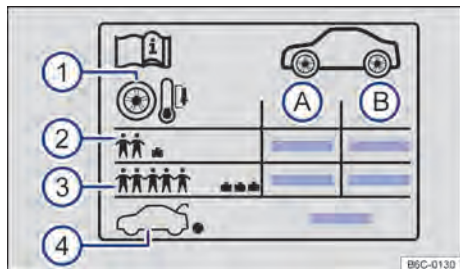

Fig. 192 Etiqueta con las presiones de los neumáticos
Indicaciones en la etiqueta de presión de los neumáticos → fig. 192:
- Adecuar la presión de los neumáticos según la carga del vehículo → fig. 192 ③.